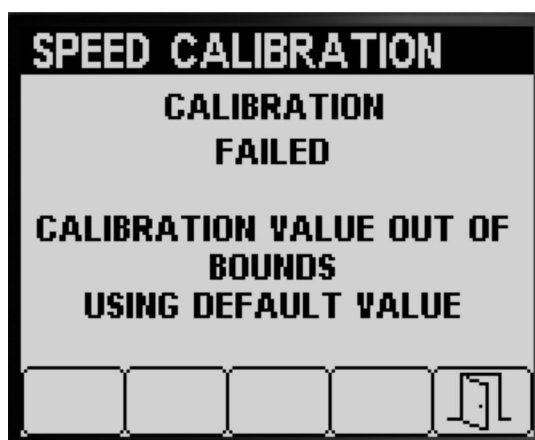

Рисунок 69
- Появится сообщение, что калибровка скорости не выполнена (Рисунок 69).
Примечание: Если значение калибровки находится за пределами допустимых значений (Рисунок 69), обратитесь в сервисный центр официального дилера Toro; в ином случае прочитайте сообщение об ошибке и выполните этапы калибровки, описанные в разделах Подготовка машины к калибровке скорости \(страница 28\) и Калибровка скорости \(страница 29\).
5. Нажмите кнопку 5 для выхода из экрана Speed Calibration (Калибровка скорости) (Рисунок 68 или Рисунок 69).